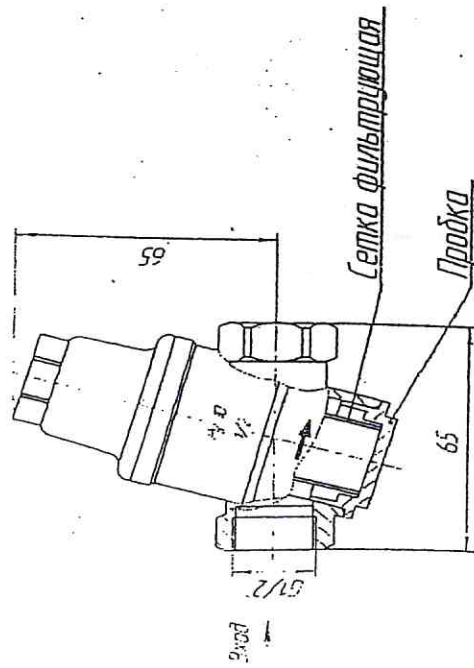

Рисунок 1
- 2 10 Габариты и присоединительные размеры приведены на рис. 1.